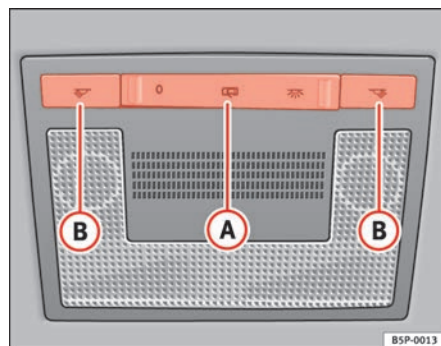

Abb. 78 Ausschnitt aus Dachhimmel: Innenleuchte vorne
Mit dem Schalter (A) ⇒ Abb. 78 können Sie folgende Positionen einstellen:
Drücken Sie den Schalter auf die Position 0 ⇒ Abb. 78.